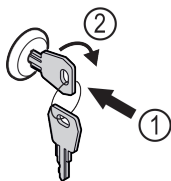

Fig. 161
- Sleutel erin duwen. Fig. 161 (1)
- Sleutel 90° rechtsom draaien. Fig. 161 (2)